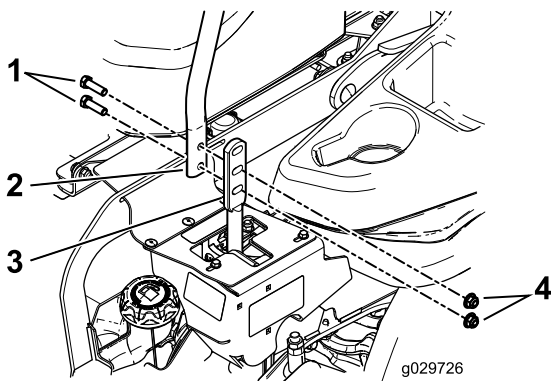

Figure 82
3. Desserrez les boulons et les écrous à embase situés dans les leviers (Figure 82).